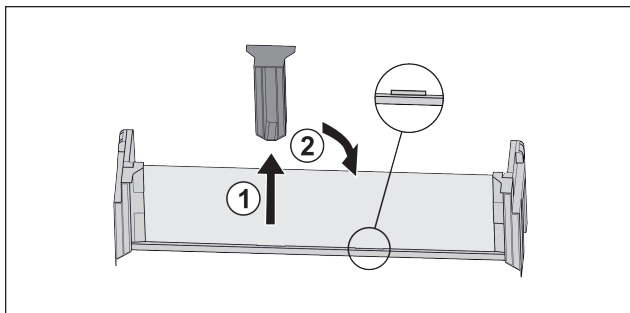

Fig. 18\*
- ▶ Изтеглете средната задържаща част Fig. 18 (1).\*
- ▶ Вкарайте средната задържаща част на втората позиция Fig. 18 (2).\*